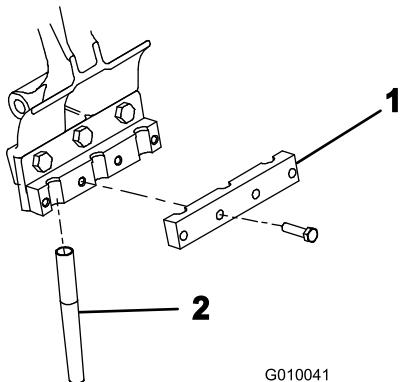

Figura 24
5. Instale, sem apertar, uma barra de fixação a cada suporte de dente com 4 parafusos (3/8 x 1-1/2 pol.) (Figura 24). Não aperte os parafusos.